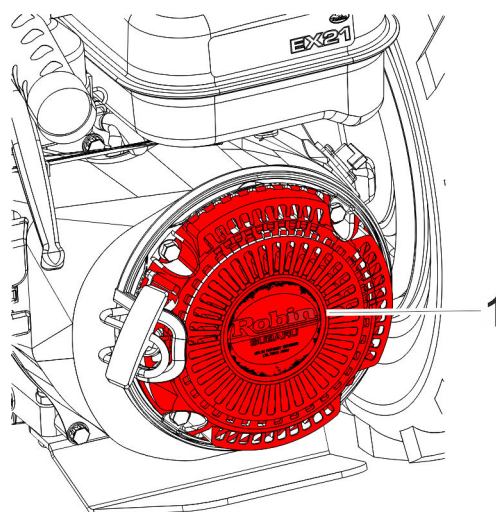

Abb. 59: Ansauggitter reinigen
- ➔ Schutzhandschuhe anziehen und Ansauggitter (Abb. 59/1) mit der Hand abwischen.